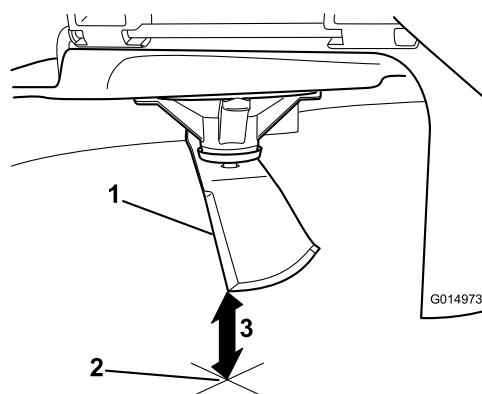

Figura 75
5. Mida desde la punta de la cuchilla hasta la superficie plana (**Figura 75**).